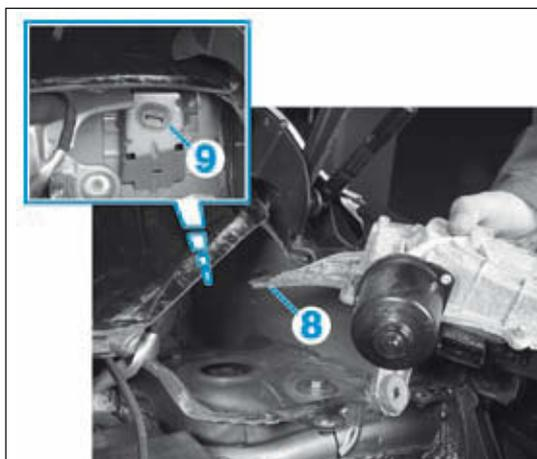

FIG.64
Positionner le guide (8) du moteur d'essuie-vitre sur le guidage (9) (Fig.64) et procéder dans l'ordre inverse de la dépose.